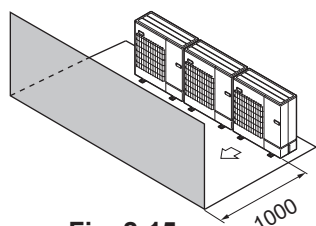

Fig. 2-15
- ③ Көдергілер тек алдыңғы жағында (Fig. 2-15)